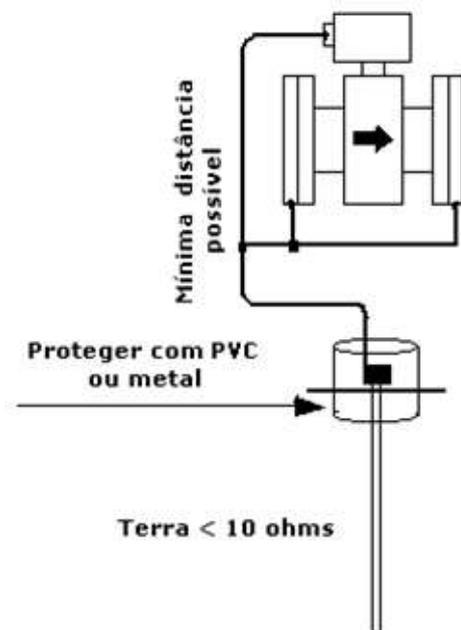

Figura 13
- No conversor, aterre o terminal terra do bloco terminal ou o terminal terra da caixa (invólucro). O terminal terra e o terminal terra da caixa são mutuamente conectados na unidade; (**Figura 13**)